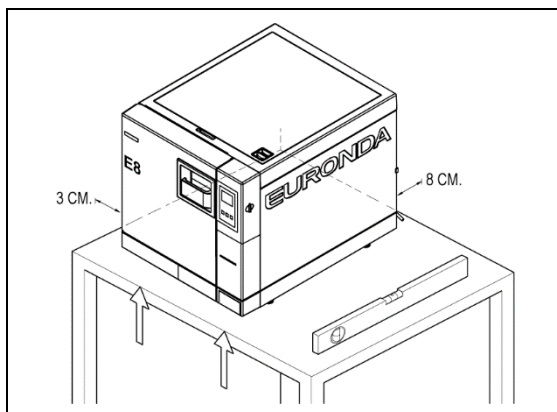

Fig. 6.1-3
- Poziționați unitatea pe o suprafață plană și orizontală (Fig. 6.1-3).
- Se lasă un spațiu de minim 8 cm pe spate, și 3 cm pe laterale, pentru circulația aerului și dispersia căldurii (Fig. 6.1-3).